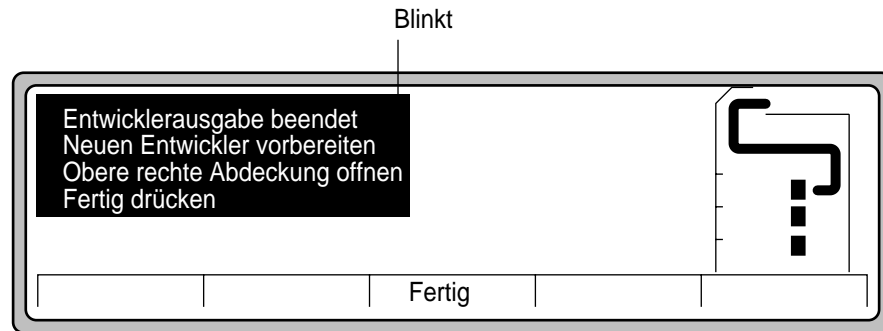

Abbildung 4-14 Entleeren des Entwicklers abgeschlossen
8. Nach 45 Sekunden erscheint die in Abbildung 4-14 dargestellte Anzeige.